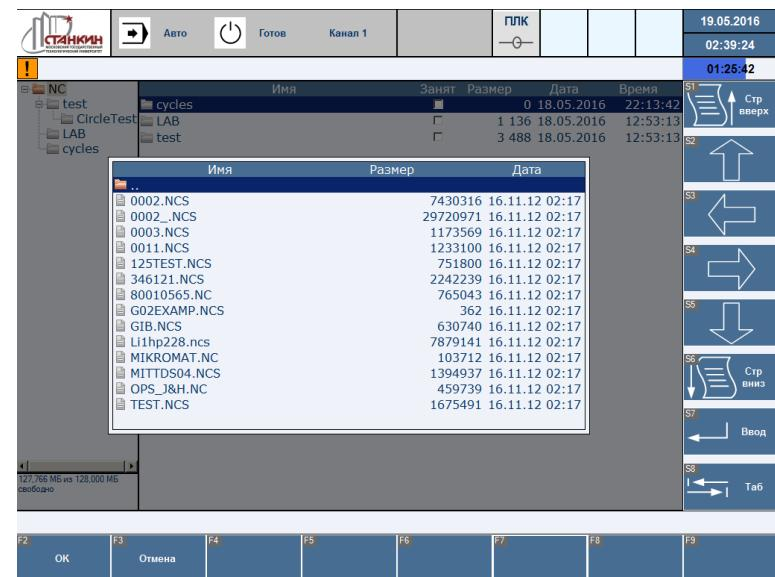

Рисунок 73 – Выбор файлов для копирования в станок
4. Выбрать в диалоге файлы и папки с резервными копиями управляющих программ, расположенные на жёстком диске терминального компьютера либо на флеш-накопителе, и нажать F2 «OK» (Рисунок 73):